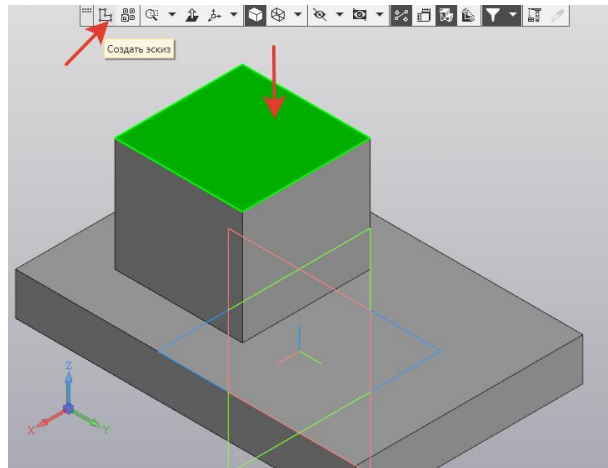

Рисунок 9.
8. На верхней поверхности куба, создайте новый эскиз (рисунок 9).